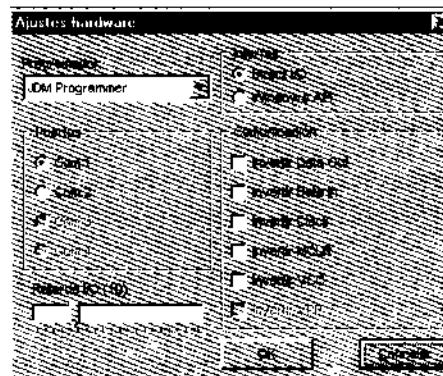

Figura 3-10 Selección del programador
- 4º Configurar el hardware necesario para programar los microcontroladores PIC, es decir adaptar el IC-Prog al programador utilizado, en el caso que nos ocupa un programador compatible con JDM. Para ello hay que acceder al menú *Ajustes > Tipo hardware*, con lo que aparecerá la pantalla de la figura 3-10, en la que se debe elegir el tipo de programador como *JDM* y seleccionar el puerto serie adecuado (*COM 1 o COM 2*), según lo tenga conectado en el ordenador.